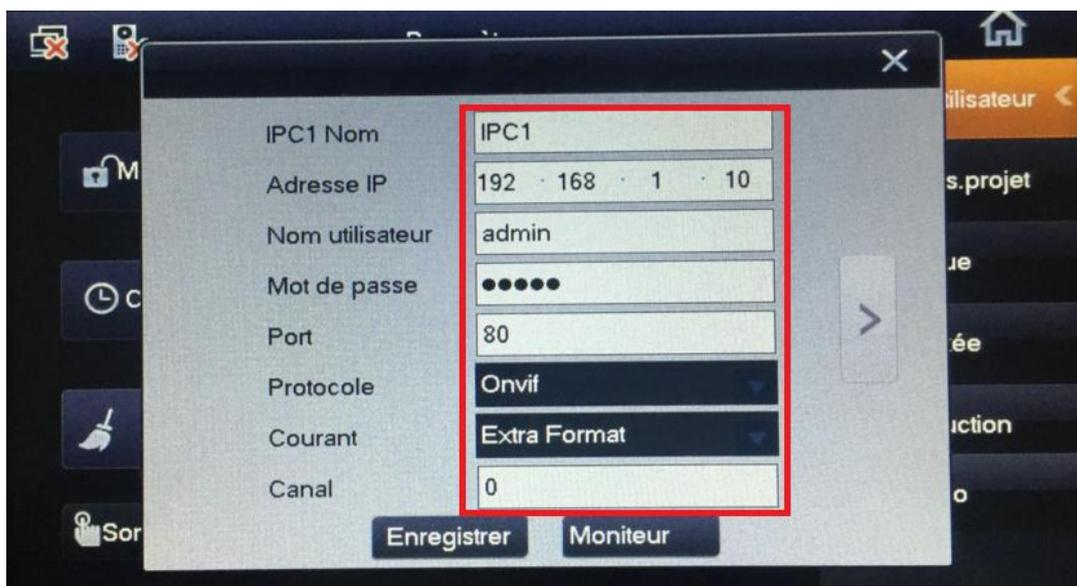

Figure 3-2
Sur le menu du VTH, à partir de Paramètres->IPC locale, saisissez le nom de la caméra réseau, l'adresse IP, le port (80), le protocole (ONVIF), puis cliquez sur le bouton Enregistrer. Le nom d'utilisateur et le mot de passe sont les informations de compte nécessaires pour vous connecter à la caméra réseau. Voir Figure 3-2.